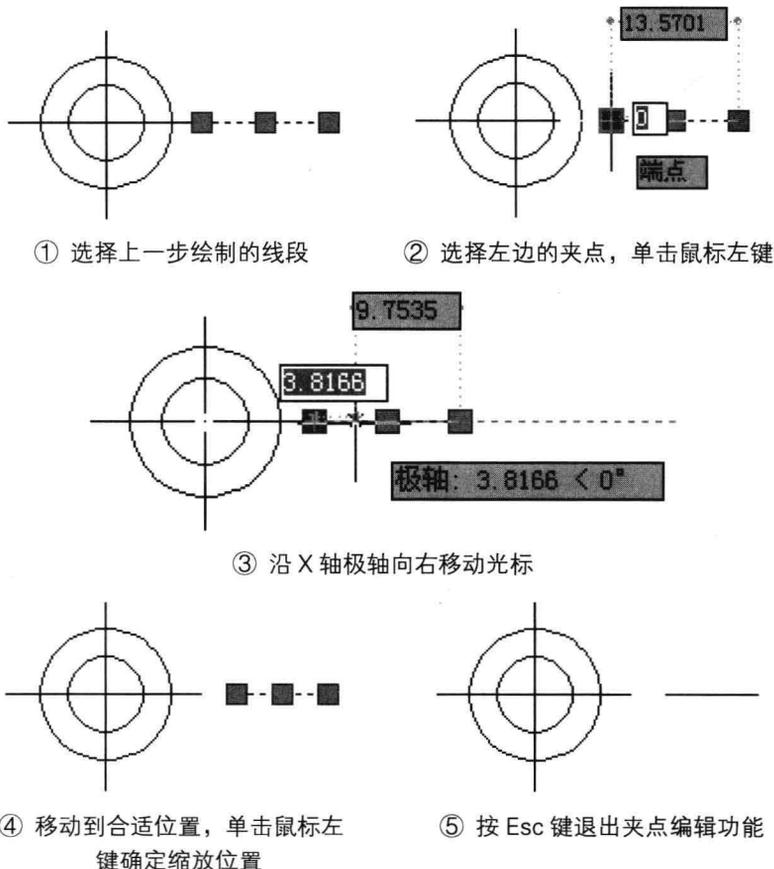

图 1-6 通过蓝色夹点编辑绘图
- 5 选择上一步绘制的线段，通过蓝色夹点选择左边的夹点，缩放线段，如图 1-6 所示。